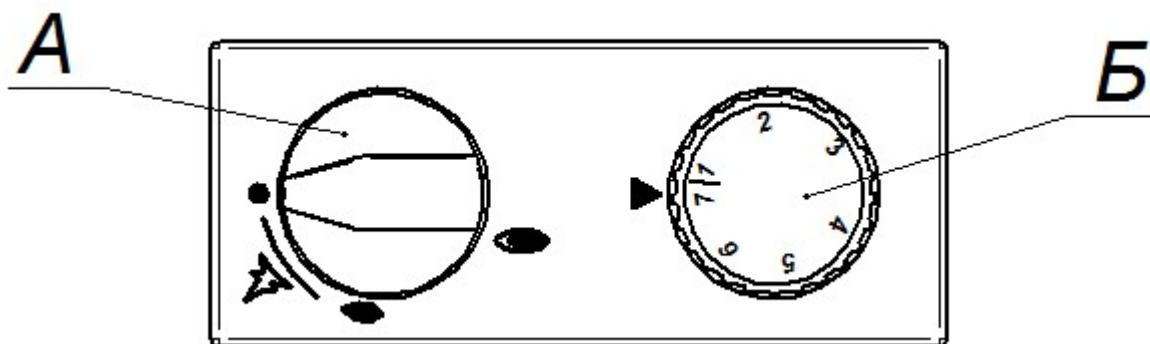

Рис.2
Шаг 1. Ручку А (рис. 2) слегка повернуть налево в сторону позиции зажигания ⭐ до полной остановки, нажать на нее и держать в течение 5 секунд (течет только пусковой газ).
Шаг 3. После зажигания запального пламени отпустить ручку и повернуть ее дальше налево в положение горения ⚡. Течет пусковой газ и в зависимости от положения регулятора температуры (ручка Б, рис. 2) также основной газ.
Посредством поворачивания ручки Б (рис. 2) в сторону увеличения чисел установленная температура увеличивается и наоборот. Диапазоны температур указаны в таблице 4. Разность температур при переключении между смежными метками: 20°-30°.
**Внимание!** На холодной жарочной поверхности никаких внешних изменений в величине пламени не происходит. Пламя основной горелки потухнет только при достижении температуры на жарочной поверхности заданной положением ручки Б крана газового (рис. 2). Запальная горелка продолжает гореть.